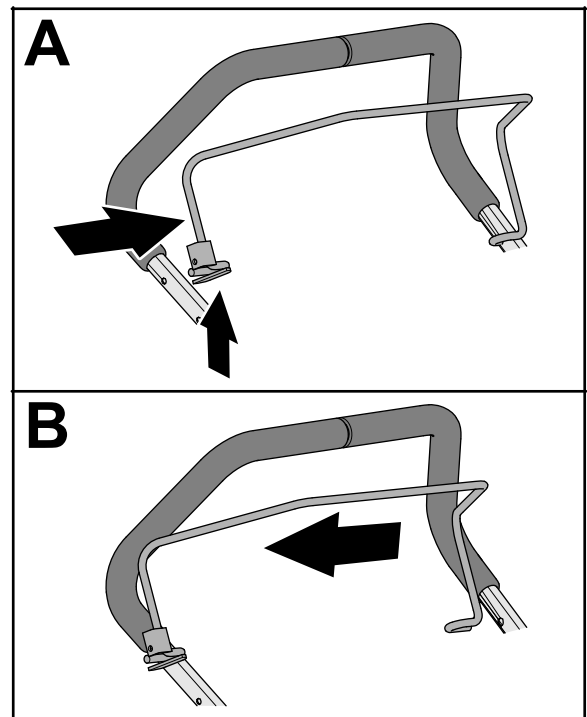

Bild 9
1. Drücken Sie die Seite des Schaltbügels zusammen, bis Sie ihn vom oberen Holm abnehmen können, und nehmen Sie den Schaltbügel von der Maschine ab (Bild 9).